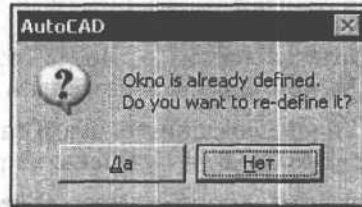

Рис. 17.2. Информационное окно для подтверждения переопределения блока
3. Выберите новые объекты и точку вставки блока, а затем щелкните мышью на кнопке **OK** для выхода из диалогового окна **Block Definition** (Описание блока). Появится информационное окно, предлагающее подтвердить переопределение блока (рис. 17.2).